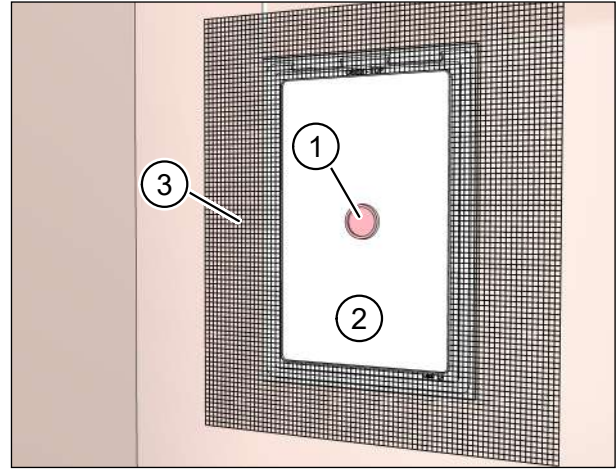

Abb. 31: Montageset im Innenbereich einputzen
- ▶ Achten Sie darauf, dass der Signaldeckel (Pos. 1 in Abb. 31) im Putzschutzdeckel (Pos. 2 in Abb. 31) sitzt.
- ▶ Bringen Sie das Putzgewebe M-WRG-II PG (Pos. 3 in Abb. 31) auf dem Montageset und der Massivwand an.